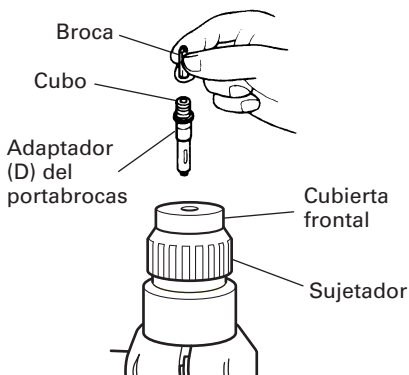

Fig. 9
4. Cuando coloque tornillos para metal (Fig. 9)
- **No intente emplear la perforadora de percusión en la función de rotación y golpeteo con el adaptador de portabroca (D) y la broca instalados.**
5. Atornillando tornillos para madera (Fig. 9)